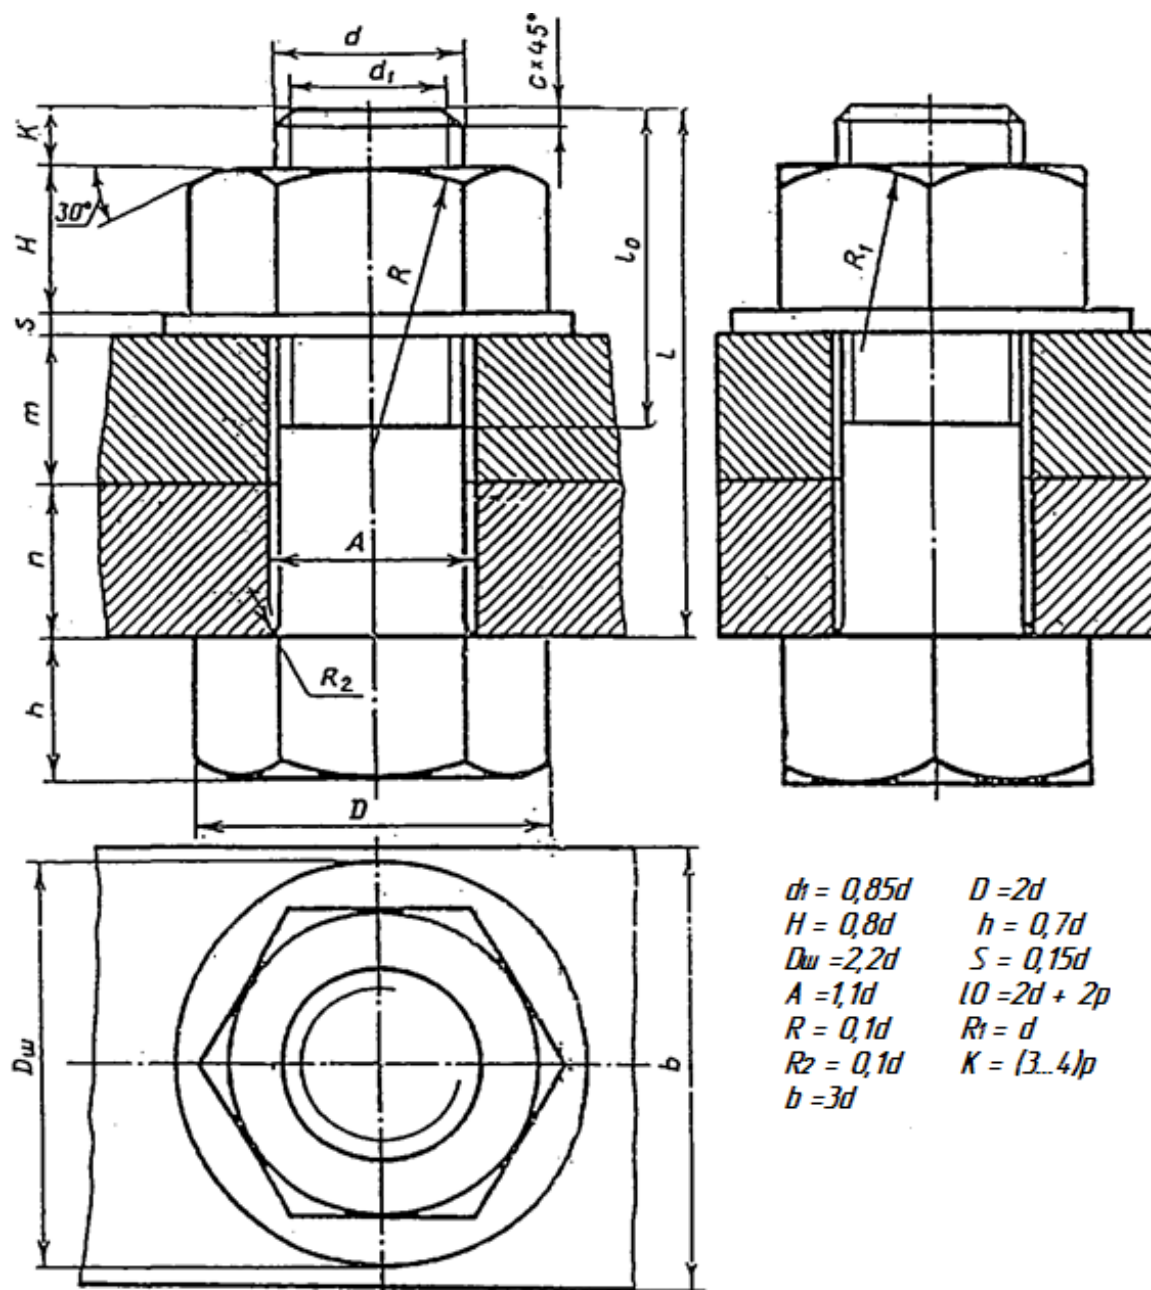

Рис.1 Болтовое соединение
3. Начертить упрощённое болтовое соединение (в соответствии с образцом работы на рис.1) по своему варианту.